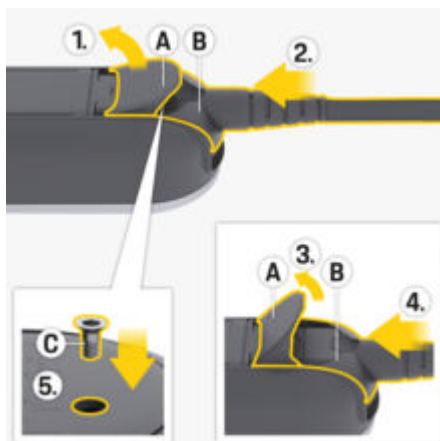

Fig. 50: Fixation du câble de raccordement au secteur et blocage du connecteur
1. Ouvrez le volet **A** (Fig. 50) d'environ 15 degrés (jusqu'à ce que le connecteur **B** (Fig. 50) passe dans l'unité de commande).
2. Insérez le connecteur **B** (Fig. 50) dans l'unité de commande, jusqu'au premier point de résistance.
3. Ouvrez entièrement le volet **A** (Fig. 50).
4. Insérez entièrement le connecteur **B** (Fig. 50).
5. Fermez entièrement le volet **A** (Fig. 50) et serrez-le à l'aide de la vis **C** (Fig. 50).